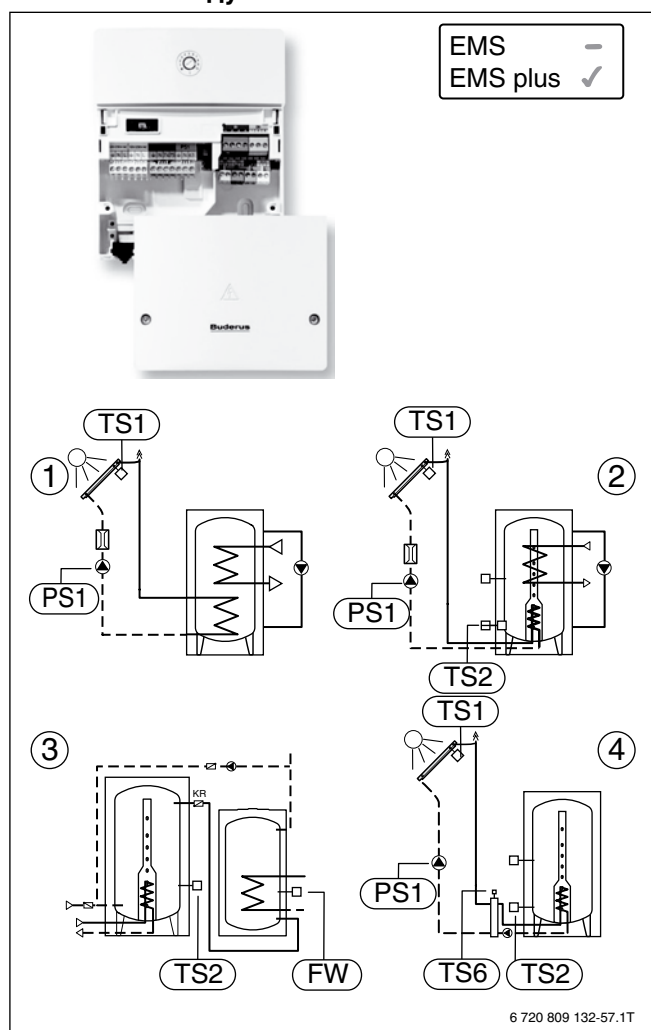

Рис. 36. Солнечный модуль SM100
- Ежедневный нагрев или термическая дезинфекция ступени предварительного нагрева (последовательное подключение баков-водонагревателей) с перегрузочным насосом (см. рис. 36, [3]) или перекачивающим насосом (см. рис. 36, [2])
- Внешний теплообменник в коллекторном контуре с отдельной активацией насоса первичного и вторичного контура, включая функцию защиты от замерзания отопительного контура теплообменника (см. рис. 36, [4])